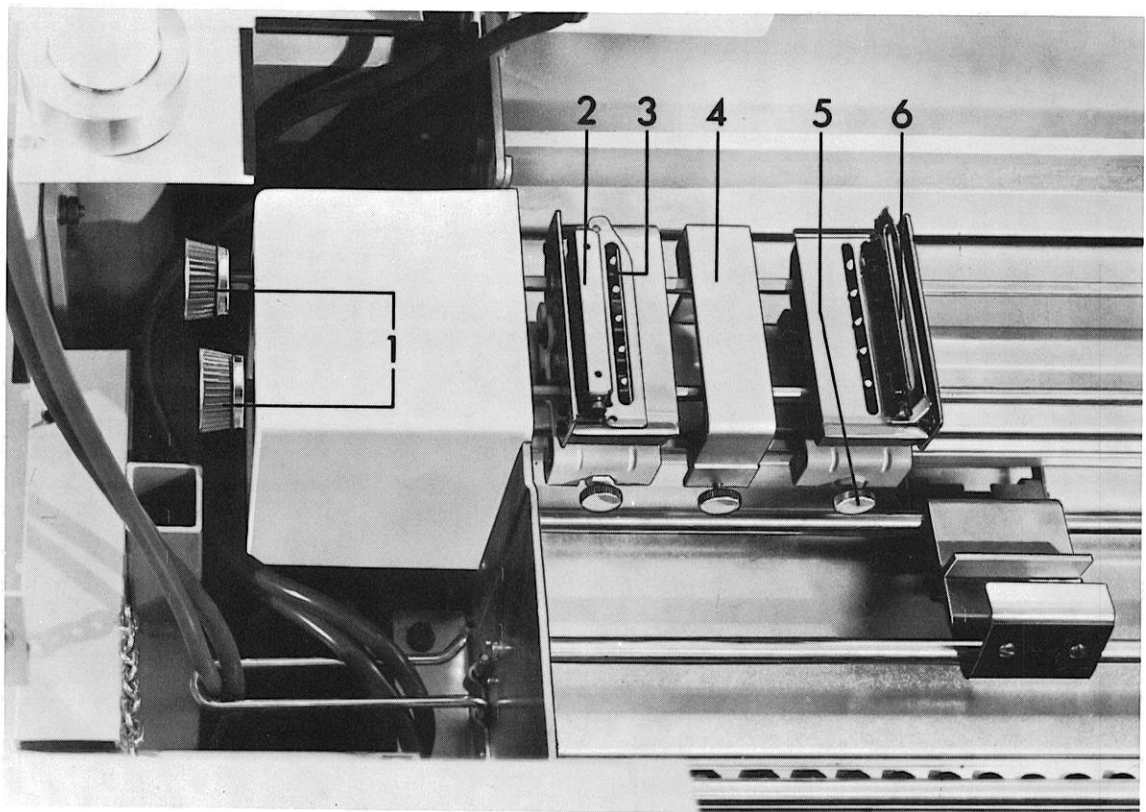

Abb. 10 Endlosformularführung, Ansicht von hinten
- Führungsklappen (Abb. 10) aufklappen.
- Drehknopf (1) Abb. 10 axial bis zum Anschlag hineindrücken.
- Rändelknöpfe (5) Abb. 10 lösen und die Traktoren (3) Abb. 10 seitlich soweit verschieben, bis die Transportlöcher auf den Transportstacheln aufliegen.
- Papierableiter (4) Abb. 10 mittig zu den beiden Traktoren einrichten.